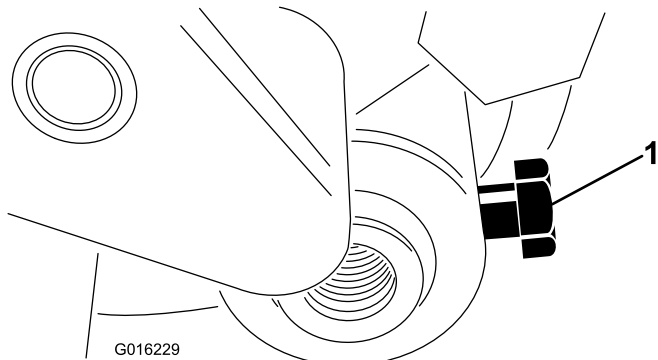

Figura 28
3. Afloje el perno que sujeta el eje del rodillo al brazo de ajuste de la altura de corte (Figura 28).